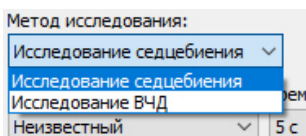

Рисунок 6.
5.2.1. Для задания режима измерения необходимо в соответствующем ниспадающем списке (рисунок 6) выбрать нужный метод исследования.
5.2.3. Для включения нового пациента в список необходимо в ниспадающем списке идентификации пациента (рисунок 6) выбрать строку «Новый пациент».